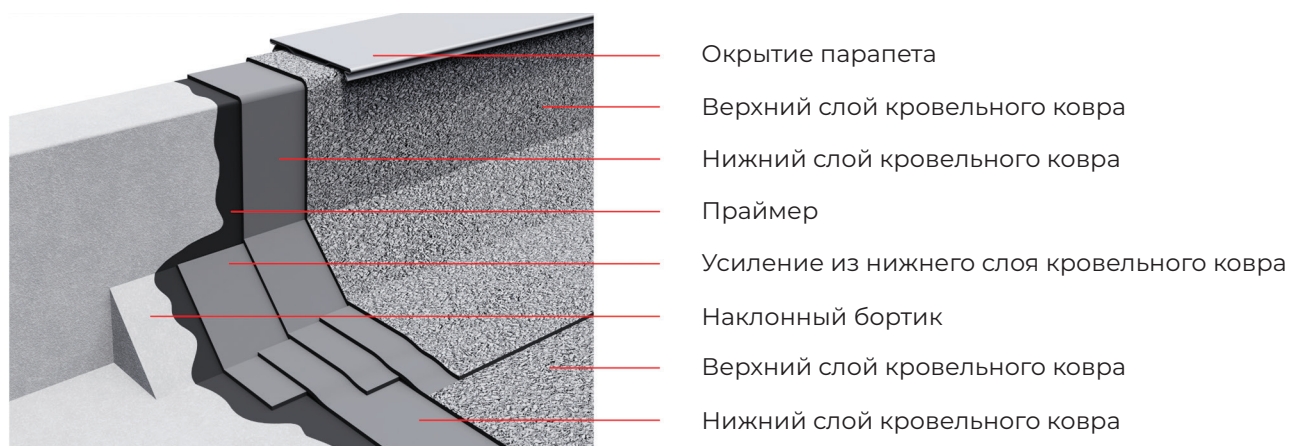

Рисунок 53 – Устройство двухслойного кровельного ковра на парапете при параллельном расположении полотен
5.8.3 При высоте парапета менее 650 мм он полностью оклеивается слоями кровельного ковра с заведением на внешнюю вертикальную часть парапета минимум на 50 мм. При необходимости выполняется окрытие парапета оцинкованной сталью (Рисунок 53 / 54)